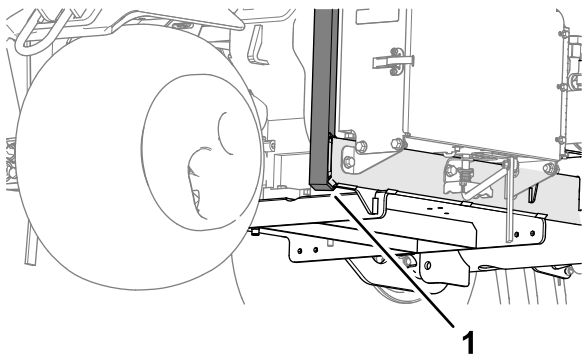

Figura 127
3. Collocate accuratamente il cavalletto sotto il braccio anteriore di supporto delle ruote (Figura 127).